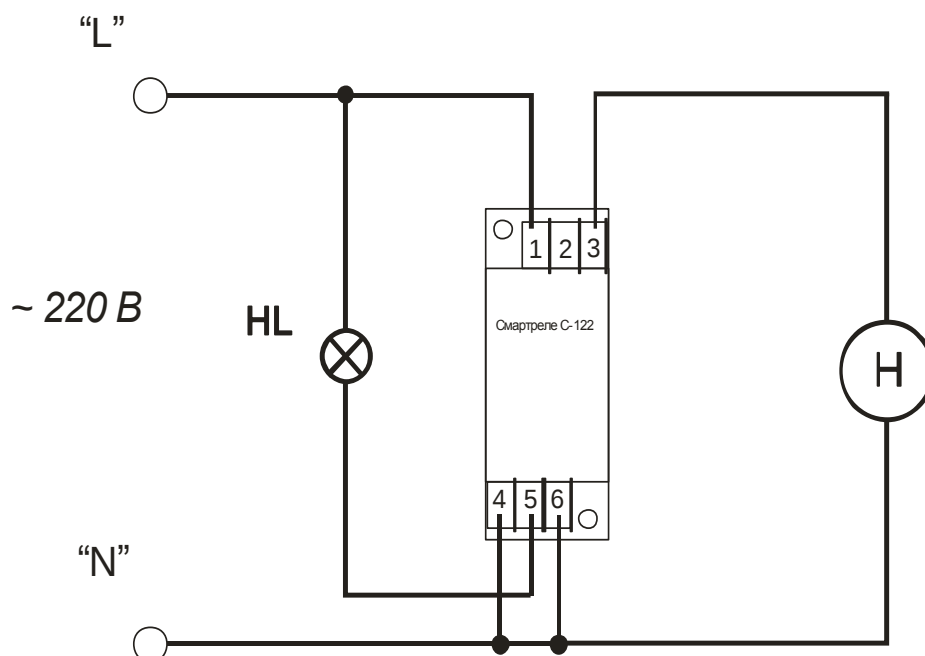
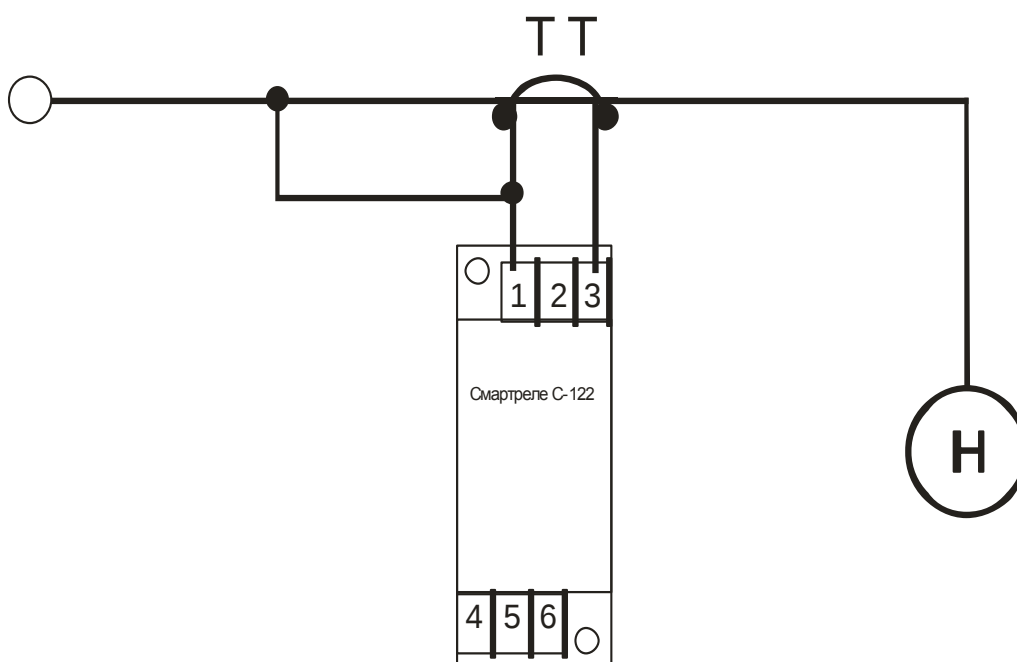

Рисунок 2 - схема прямого включения реле в контролируемую сеть при номинальном токе нагрузки $I_n \leq 3\text{ А}$
Рисунок 3 - включение реле через трансформатор тока ТТ при токе нагрузки $I_n > 3\text{ А}$
5.2 Схема включения реле в контролируемую сеть показана на рис. 2, рис. 3.
5.6 Максимальный ток нагрузки реле может быть увеличен путем подключения дополнительного трансформатора тока (рис. 3).
7.2 Подключение реле производится в соответствии со схемой, приведенной на рис.2 или рис 3.